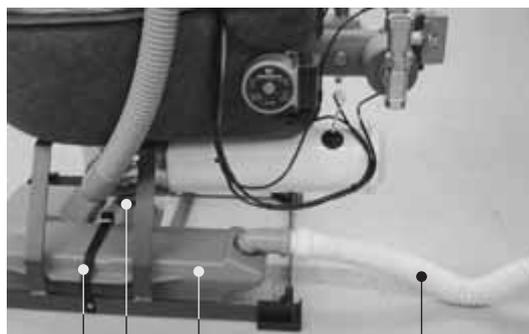

Fig. 5-3 Collegamenti del dispositivo di trattamento della condensa
1. Aprire la cinghia di fissaggio (fig. 5-3, pos. 3).
5. Chiudere la cinghia di fissaggio (vedere fig. 5-3, pos. 3) e allacciarla. Tendere la cinghia fino a quando il collegamento inserito non possa allentarsi (collocare eventualmente un cuneo).